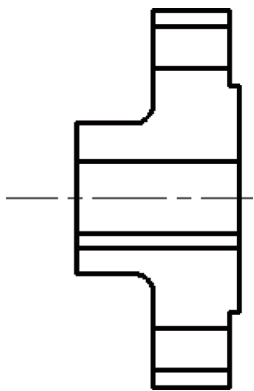

图 8-43 创建圆角
17) 圆角。单击“圆角”按钮, 在图形中创建图 8-43 所示的两处圆角，圆角半径为 5。